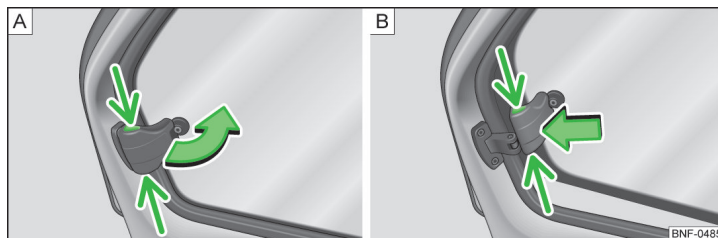

Fig. 32 Abrir y cerrar las ventanillas traseras
- Agarre el seguro por el rebaje » fig. 32 - A y abra la ventanilla en el sentido de la flecha.
- Bloquee la ventanilla en posición abierta a la vez que se presiona el seguro en el sentido de la flecha » fig. 32 - B.
- Agarre el seguro por el rebaje y tire de él en sentido contrario al de la flecha » fig. 32 - [B].
- Cierre la ventanilla en su posición inicial en sentido contrario al de la flecha » fig. 32 - [A] hasta que el seguro se encastre de forma audible.